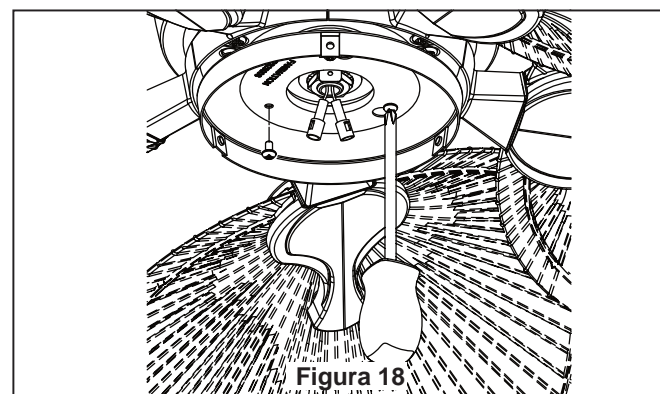

Figura 18
4. Extraiga uno de los tres tornillos del soporte ubicado en la parte inferior de la unidad del motor. Afloje levemente los otros dos tornillos. Instale la unidad de la placa de luz en el soporte utilizando las dos ranuras principales de la placa de conexión. Vuelva a colocar el tercer tornillo y asegure los tres tornillos. (Figura 18)